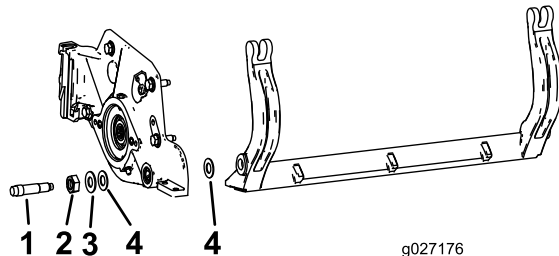

图 25
取下底刀架 图 25 各端的 2 个尼龙和 1 个印花钢垫圈。
3. 将尼龙垫圈放在侧板凸起的一侧。在两个尼龙垫圈的外侧各放一个钢垫圈 图 25。